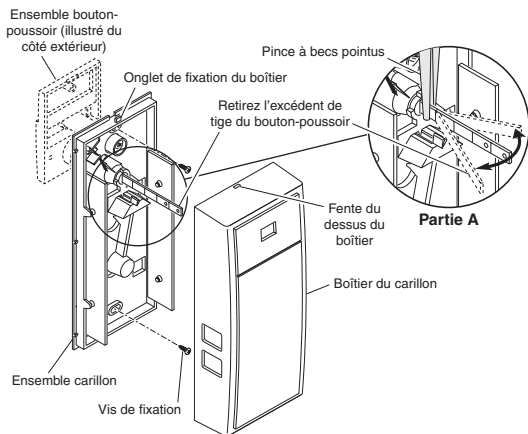

Figure 2 – Installation du carillon et mise en place du boîtier
1. Mettez l'ensemble carillon en place sur la tige du bouton-poussoir et sur l'oculaire (consultez la Figure 2).
3. Fixez solidement les parties supérieure et inférieure du carillon au moyen des vis de fixation fournies (consultez la Figure 2).
IMPORTANT : Pour éviter de briser les pièces de plastique du carillon, utilisez une pince à bords pointus pour plier la tige en un mouvement de va-et-vient (consultez la Figure 2, Partie A).